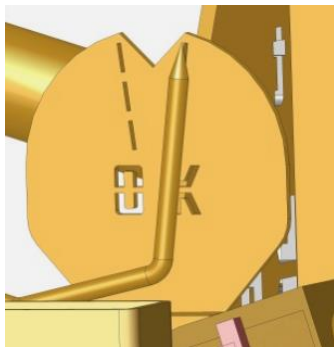

Bild 2
**Befindet sich der Zeiger, bei angehobenem Greifgut, außerhalb der Kerbenmitte muss der Greifbereich mit Hilfe der 4 Spindeln nachjustiert werden (Bild 2). Absturzgefahr!**